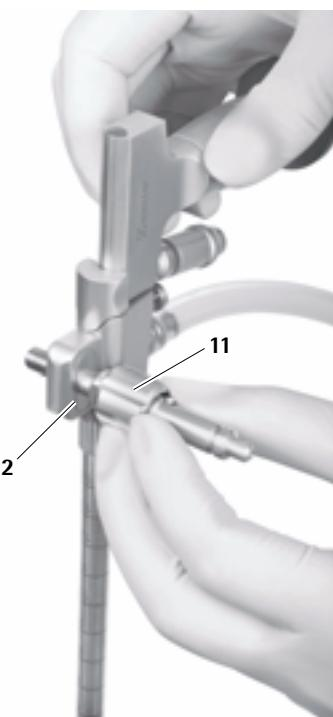

Abb. 18
- Haltearmadapter **11** wahlweise seitlich (rechts/links) in Bohrung stecken, bis Flansch in die vorgesehene Nut **2** einrastet, die zur Befestigung des Haltearms dient, siehe Abb. 18.